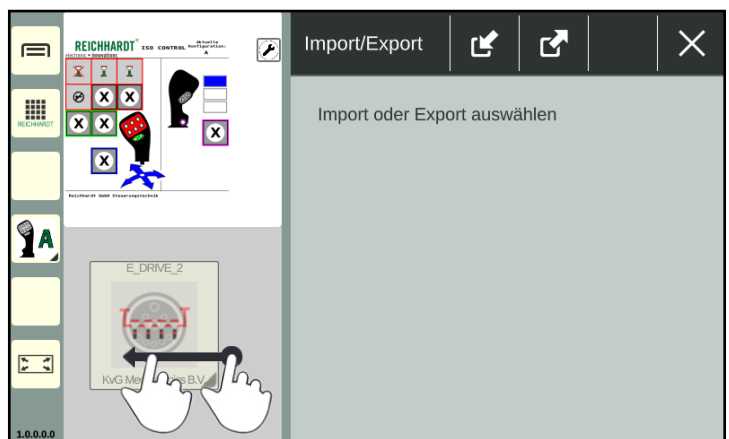

Abb. 55: Anwendung in gewünschtes Fenster ziehen und loslassen
Es erscheint automatisch der Bedienmodus mit den Fenstern (siehe Abb. 55).
2. Ziehen Sie die Anwendung in ein beliebiges Fenster und lassen Sie sie los (siehe Abb. 55).